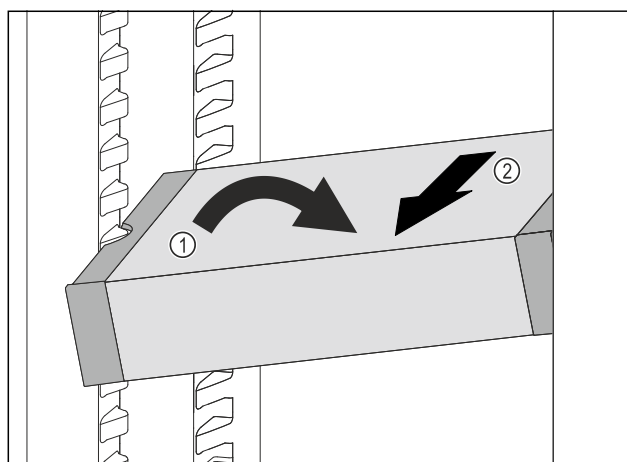

Fig. 207
- Ukosite ladicu VarioSafe u hladnjaku. Fig. 207 (1)
- Izvadite ladicu VarioSafe prema naprijed. Fig. 207 (2)